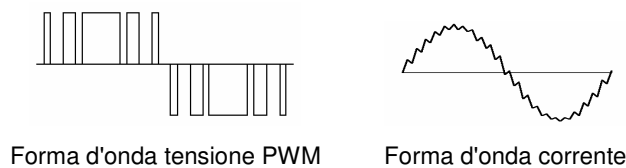
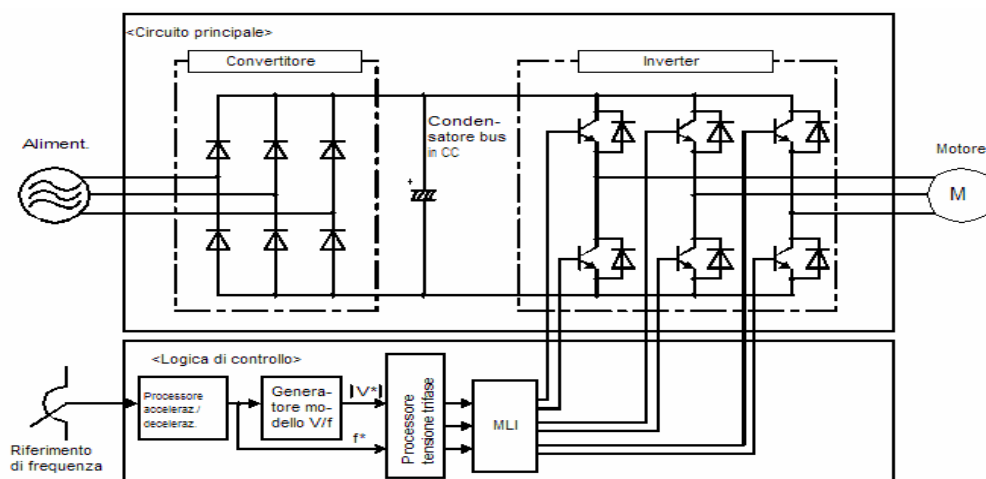

Figura 1.3 Forma d'onda di tensione di uscita e corrente dell'inverter
Figura 1.4 Schema a blocchi semplificato dell'inverter FRENIC-Eco
Come mostra la Figura 1.4, la sezione convertitore converte la tensione di rete in tensione CC mediante un rettificatore ad onda intera. Questa tensione viene quindi utilizzata per caricare il condensatore del bus in CC (condensatore di livellamento). La sezione inverter modula l'energia elettrica caricata nel condensatore del bus in CC mediante modulazione PWM (Pulse Width Modulation) e alimenta il motore con l'energia risultante (la frequenza di commutazione PWM viene chiamata "frequenza portante"). La tensione applicata ai morsetti del motore presenta la forma d'onda mostrata a sinistra della Figura 1.3 ("Forma d'onda tensione PWM"), composta da cicli alterni di treni di impulsi positivi e treni di impulsi negativi. La corrente che scorre nel motore, d'altro canto, presenta una forma d'onda di corrente alternata (CA) abbastanza regolare, mostrata nella parte destra della Figura 1.3 ("Forma d'onda corrente"), grazie all'induttanza della bobina del motore. La sezione della logica di controllo regola la modulazione PWM in modo che la forma d'onda della corrente sia quanto più sinusoidale possibile.